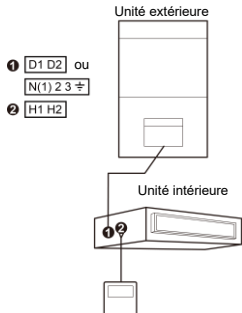

Fig. 4.4 : Un panneau de commande mural commande une seule unité intérieure
- (1) Pour raccorder le panneau de commande mural aux unités UNI SPLIT 2, il est possible de procéder comme indiqué sur les figures 4.4, 4.5, 4.6 ou 4.7.
- (2) Lorsqu'un ou deux panneaux de commande commande(nt) plusieurs unités intérieures simultanément, le panneau de commande mural peut être raccordé à n'importe quelle unité intérieure à condition que l'unité intérieure connectée doit appartenir à la même série d'unités intérieures. La quantité totale d'unités intérieures commandées par un seul panneau de commande mural ne doit pas être supérieure à 16. Toutes les unités intérieures raccordées doivent appartenir au même réseau d'unités intérieures. La quantité d'unités commandées faisant partie d'un groupe commandé doit être paramétrée sur le panneau de commande mural. Voir „4.2.3 Paramétrage“, paramètre „P14“.
- (3) Lorsque deux panneaux de commande muraux commandent une seule unité intérieure, les adresses de ces panneaux de commande doivent être différentes. Voir „4.2.3 Paramétrage“, paramètre „P13“.
- (4) Quant au raccordement des bornes du panneau de commande mural, la polarité n'a pas d'importance. Les bornes ne doivent pas être raccordées à une tension électrique forte.